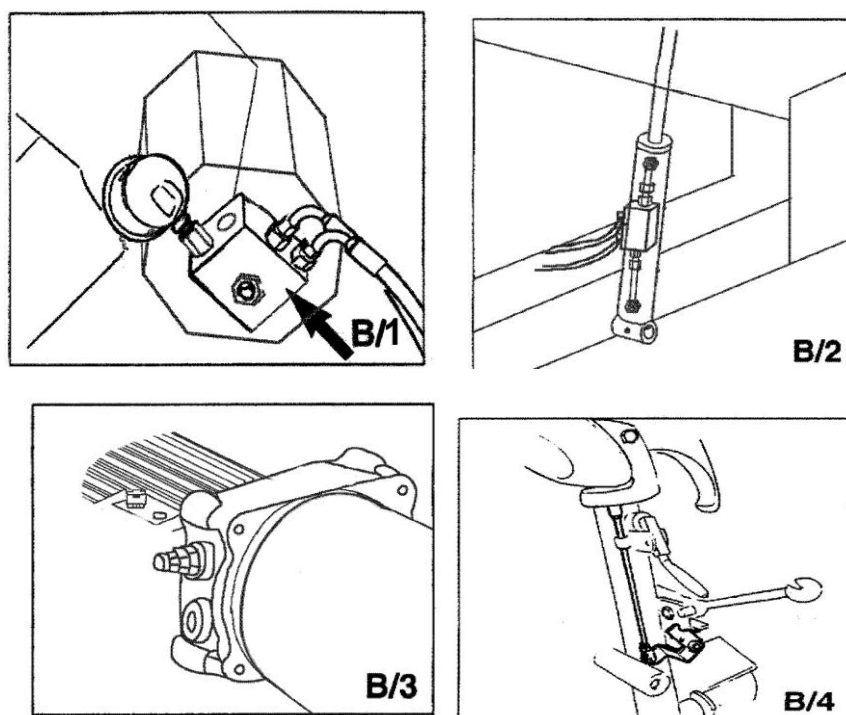

Рисунок 2. Устройства безопасности
1. Обратный клапан гидравлической линии (внутри поворотного соединения (Рис.2-В/1). Он предотвращает падение колеса с кулачкового патрона, в случае отказа гидравлической системы.
2. Обратный клапан гидравлической линии монтажной руки (Рис.2-В/2). Предотвращает падение монтажной руки, в случае отказа гидравлической системы.
3. Клапан сброса избыточного давления установлен на 130 бар \pm 5% (Рис.2-В/3). Ограничивает давление в гидросистеме и обеспечивает правильную работу.
5. Механическое блокировочное устройство на монтажной руке (Рис.2-В/4). Любые работы, даже самые незначительные на электрической системе устройства, должны производиться исключительно квалифицированным пер-